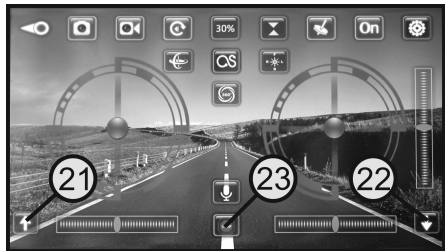

Bild 21
- Betätigen Sie nun die Schaltfläche für die automatische Höhenstabilisierung (siehe auch Bild 19, Pos. 6). Der linke virtuelle Steuerknüppel wandert von unten in die Mitte und die Schaltflächen für den automatischen Start (siehe auch Bild 21, Pos. 21) und für die automatische Landung (siehe auch Bild 21, Pos. 22) werden eingeblendet.
Weiterhin besteht die Möglichkeit, die Motoren im Notfall mit der Not-Aus-Schaltfläche (siehe Bild 21, Pos. 23) zu stoppen.